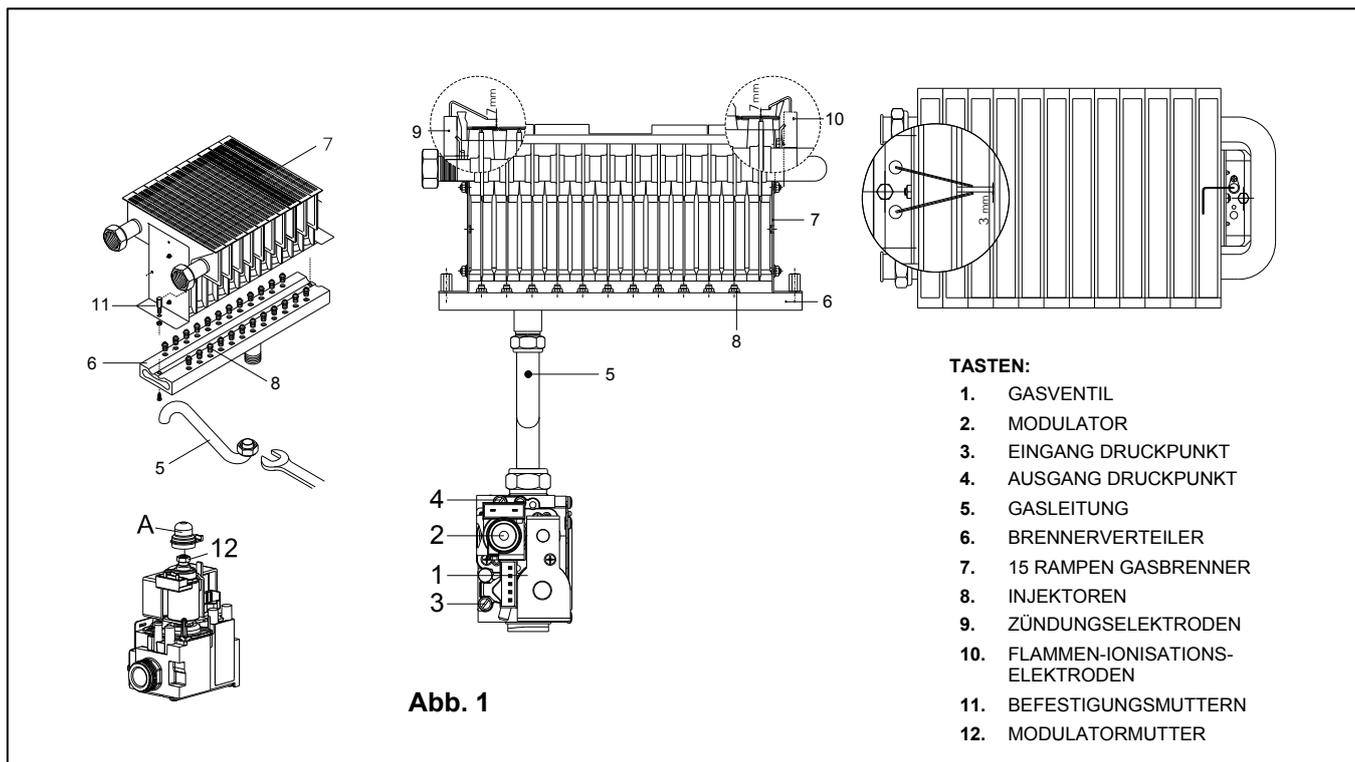

Abb. 1
Um die Transformation durchzuführen, folgendermaßen vorgehen (siehe Abb. 1):
8. Im Falle der Transformation METHAN – FLÜSSIGGAS die Plastikklappe **A** (Abb. 1) des Modulators entfernen und die Schraube 12 mit einem 10mm Schraubenschlüssel einschrauben und am Eingang des Ventils '3' mit gezündetem Brenner den Druck messen und den Druckminderer des Netzes gemäß der "Tabelle Gasdaten" 5.4 (Nennversorgungsdruck) einstellen. Im Falle des Gasgemisches G 30 – G 31 den Eingang am Druck des G 31 einstellen. Zur Einstellung des minimalen mechanischen Gasdrucks siehe "*Einstellung des Gasventils*" Absatz 5.3;